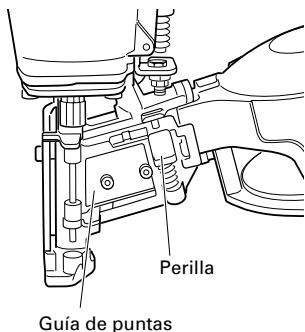

Fig. 13
- (1) Ocasionalmente limpie la parte deslizante de la perilla y luego aplique el aceite recomendado (Fig. 13).